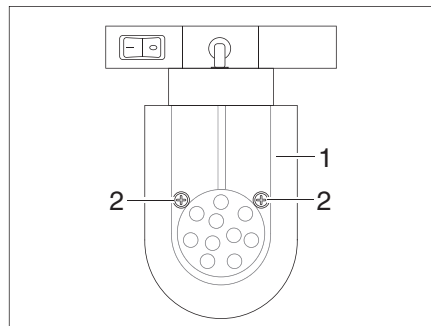

Fig. 379 Foco de LED (desplazable)
- Aflojar los tornillos de fijación (Fig. 379,2).
- Retirar el cristal de lámpara (Fig. 379,1) con cuidado.